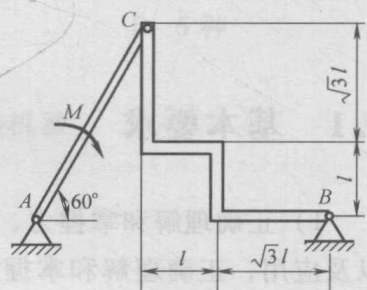

图 1-3
(3) 在图 1-3 所示的平面结构中, 不计自重和摩擦, 杆 AC 上作用有一力偶矩为 M 的力偶, 则支座 A 处的约束反力 F_A 与水平线所夹的锐角 θ 为 ()。